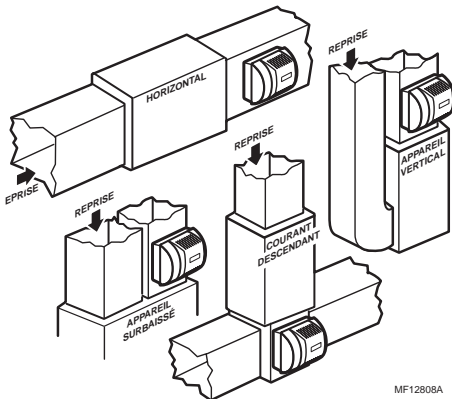

Fig. 1. Emplacements types de l'humidificateur.
- Déterminer l'endroit où installer l'humidificateur sur le plenum (flux d'air chaud). Voir la Fig. 1.